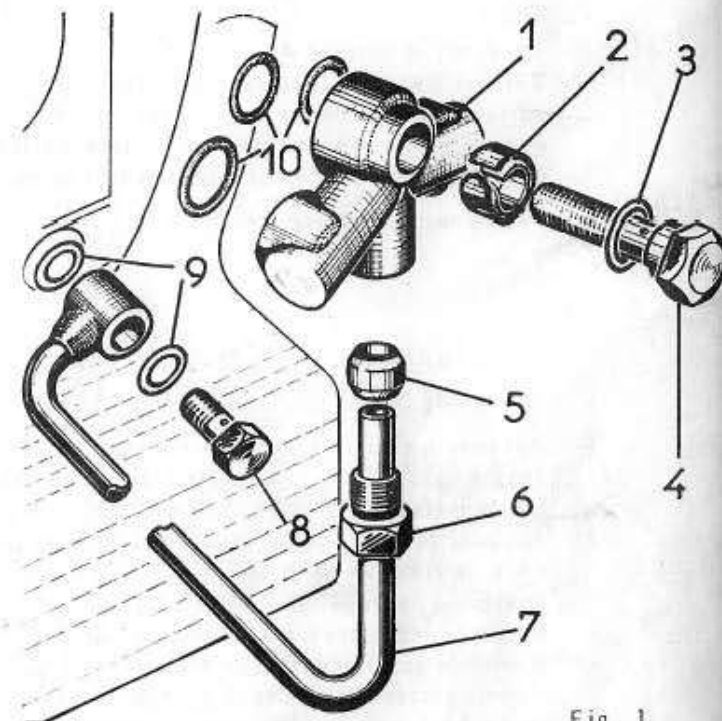
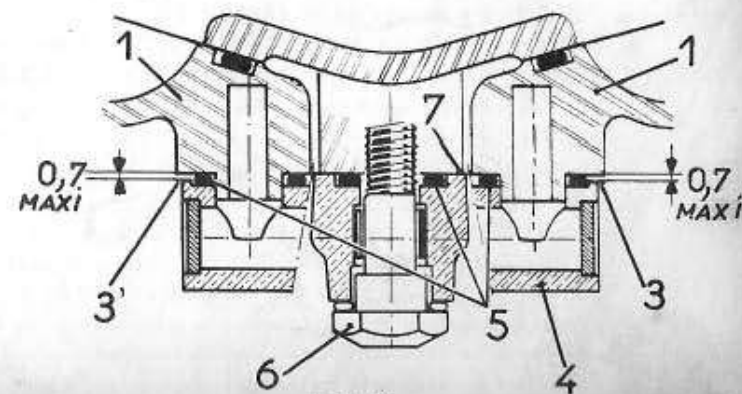

Fig. 1
Fig. 2
101 - DEPOSE et POSE d'un TUBE de GRAISSAGE ou de sa CHAPE (Fig. 1 et 2)
N.B.- Pour éviter les fuites à la chape (1 - Fig. 1), il est indispensable qu'au serrage, les trois joints d'étanchéité (10) soient serrés simultanément.
Contrôle du montage (Fig. 2). La vis (6) étant serrée à 1,2 m/kg, de façon à obtenir la portée métal sur métal en (7) sur le bossage du cylindre, vérifier qu'un certain jeu subsiste en (3 et 3') sur les bossages des deux couvercles (1). La valeur de ce jeu ne doit pratiquement pas dépasser 0,7 mm. L'équilibrage des jeux (3 et 3') est influencé par la position de la chape (4) dont l'axe doit être sensiblement vertical.
Important - Le serrage normal de la vis (4 - Fig. 1) doit assurer la portée de la chape (7 - Fig. 2). Tout serrage supplémentaire est sans effet sur l'étanchéité et peut conduire à la rupture de la vis (4).
- 3) Vérifier l'arrivée d'huile à la culbuterie, en faisant tourner le moteur au ralenti et en desserrant la vis (4 - Fig. 1). Resserrer la vis (4), essuyer les traces d'huile sur le tube ou les couvercles de culbuteurs, puis accélérer le moteur pour vérifier la parfaite étanchéité des joints.
- 7) Poser le couvercle de culbuteur (voir M.R. 102), le bouchon (5- Fig. 1) doit être serré à $1 \pm 0,3$ m/kg, un serrage plus fort ne permet pas de colmater une fuite d'huile éventuelle, dans ce cas, revoir les joints. Poser le tube de graissage (M.R. 101). Procéder à un essai moteur pour s'assurer la parfaite étanchéité de graissage.